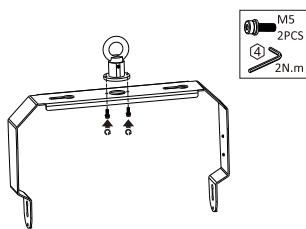

Fig. 19
2. Fixez l'œillet au support multi-montage à l'aide des vis fournies (Fig. 19).